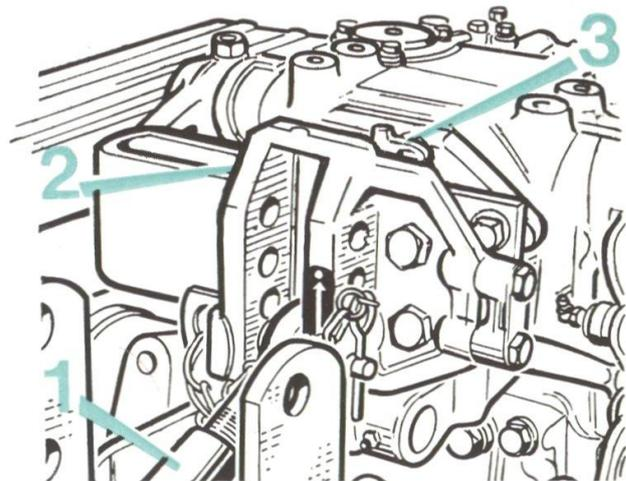

FIG. 42
Le bras de poussée (1) fig. 42 est broché dans le trou inférieur du support mobile (2) et le coin (3) est engagé entre le support mobile et la butée du bloc de relevage. Cette précaution est également à respecter pour le transport sur route qui doit s'effectuer **obligatoirement en position contrôlée.**